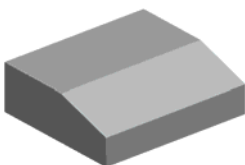
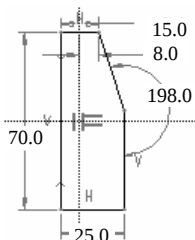

图 11.6.9 拉伸特征 1
图 11.6.10 截面草图
Step2. 创建图 11.6.9 所示的拉伸特征 1。在操控板中单击“拉伸”按钮 。选取 FRONT 基准平面为草绘平面，RIGHT 基准平面为参考平面，方向为右；单击  按钮，绘制图 11.6.10 所示的截面草图，在操控板中定义拉伸类型为 ，输入深度值 80.0，单击  按钮，完成拉伸特征 1 的创建。